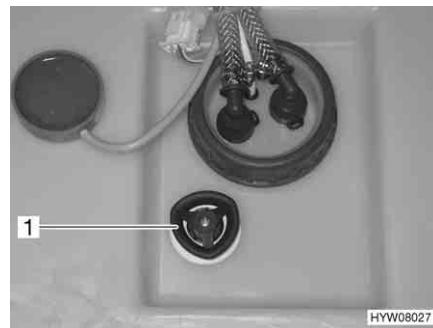

Fig. 161 Maniglia girevole (serbatoio dell'acqua)
- Sul serbatoio dell'acqua, ruotare la maniglia girevole (Fig. 161,1) in senso orario fino all'arresto.
- Sul serbatoio dell'acqua, ruotare la maniglia girevole (Fig. 161,1) in senso antiorario fino all'arresto. L'acqua fuoriesce fino a ca. 20 litri.
- Sul serbatoio dell'acqua ruotare la maniglia girevole (Fig. 161,1) in senso antiorario, oltre la resistenza verso l'esterno fino all'arresto, per aprire completamente l'apertura di scarico.